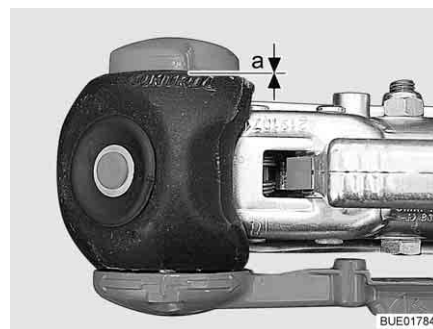

Fig. 209 Contrôle d'usure
- Distance $a = 0$ (Fig. 209) : Contrôler les garnitures de friction et au besoin les changer.